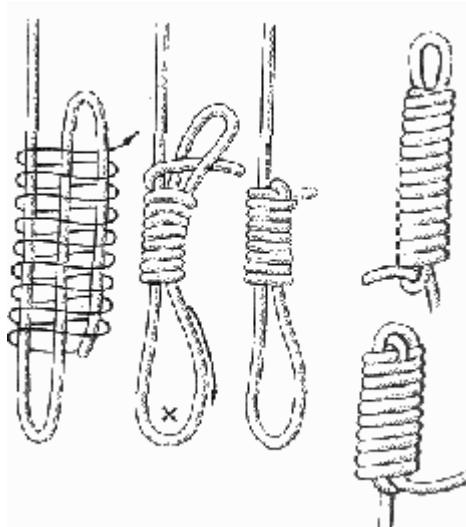

Рис. 88. Затягивающаяся удавка
**Затягивающаяся удавка** (рис. 88). Как и предыдущий, этот узел так же называют **эшафотным**, или “**висельным**” узлом. Но несмотря на это, он находит и другое применение в морском деле. Его используют при временном креплении троса за плавающие в воде предметы или при накидывании и креплении троса за какой-либо предмет на берегу. Этот узел имеет преимущество даже перед таким хорошим узлом, как удавка с полуштыками (см. рис. 65), в том, что ходовой конец троса не может выскользнуть из петли, и потому затягивающаяся удавка считается надежнее.